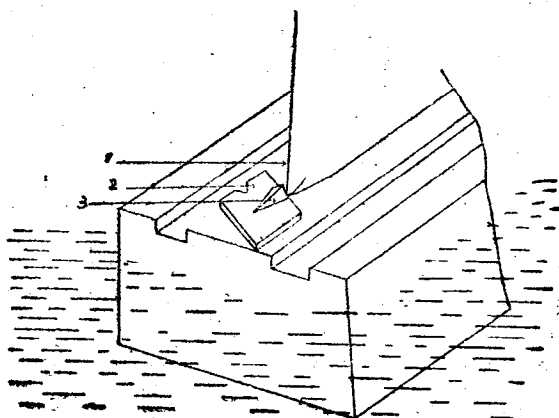

图12 正边斜撬示意图
3、正边斜擋的方法：在新上爐（刚开始引上）时，因玻璃液的溫度很高边根也很热，所以易出圓边，并且边子易活，此时要用斜擋的方法来控制。其方法可分以下几种（图12）。